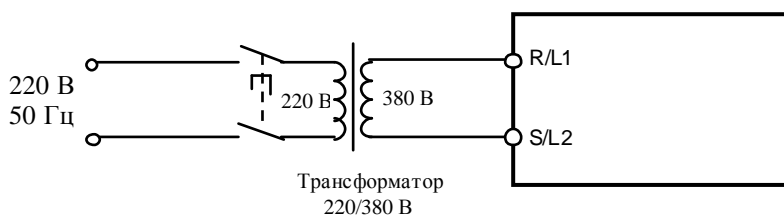

Рис. 4.6. Подключение ПЧ к сети.
4.5.1. Подключить преобразователь к электросети 3Ф ~380 В ( к сети 1Ф ~220 В через трансформатор 220/380 В), как показано на рис. 4.6.